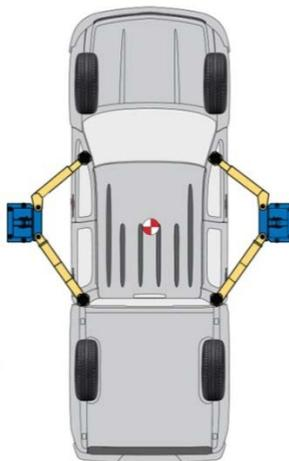

Figura 44
2. O elevador SSL 3500 é simétrico. Isto significa que o centro de gravidade do veículo sempre deverá estar alinhado à linha central das colunas (Figura 44).